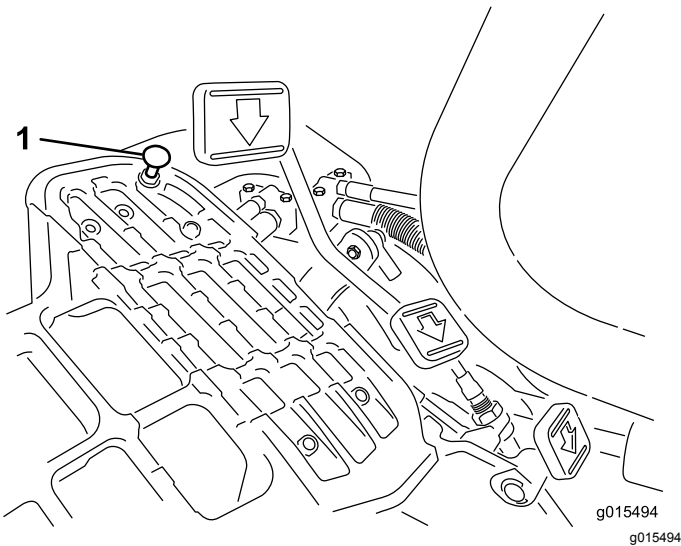

图52
向下踩驱动踏板。如果在拉线感到张紧力之前、踏板接触到限位器 图 52、则需要进行调整
- 1. 松开将踏板限位器固定到底板上的凸缘头锁紧螺母 图 52。